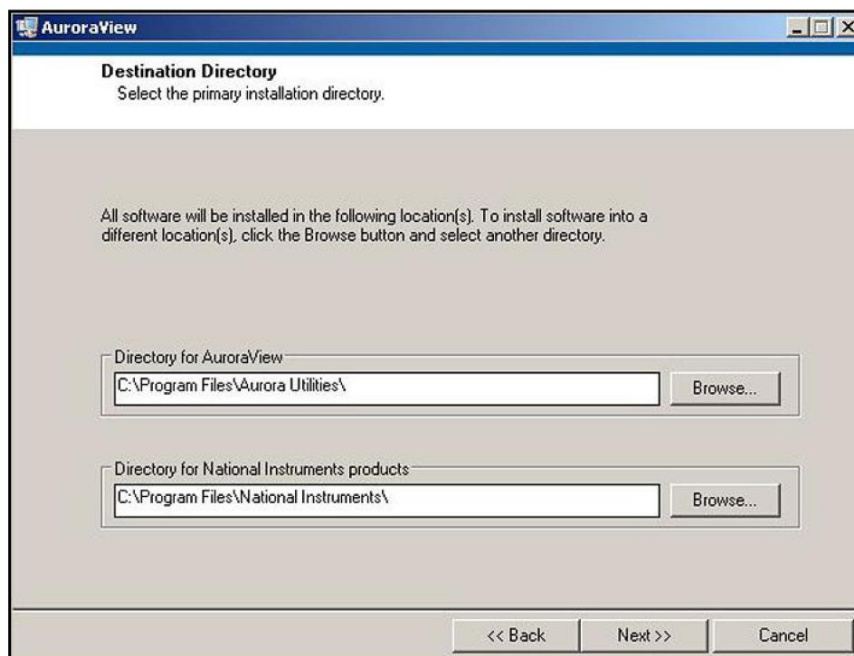

図 23 : インストール先のディレクトリ
5. 次の画面で（下の図 23 を参照）必要に応じてインストール先を変更することができます。用意ができたなら Next をクリックします。